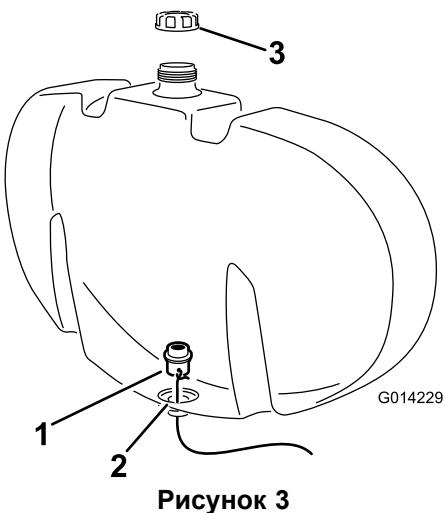

Рисунок 3
- E. Потянув за провод, установите переходной штуцер в отверстие на дне бака (Рисунок 3).
F. Скорректируйте положение переходного штуцера в отверстии так, чтобы прозрачная прокладка плотно прилегала к внутренней стенке промывного бака (Рисунок 3).